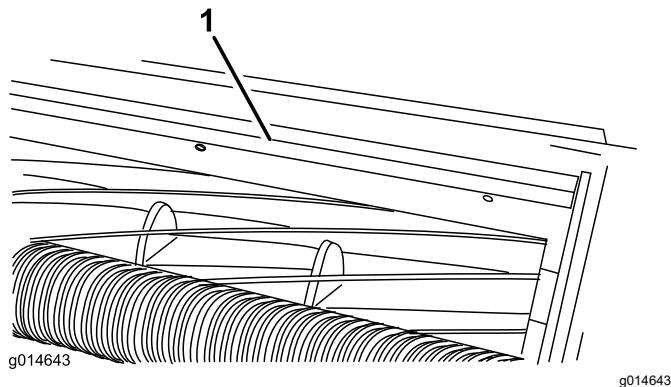

Figure 4
1. Desserrez les boulons qui fixent la barre supérieure (Figure 4) à l'unité de coupe.